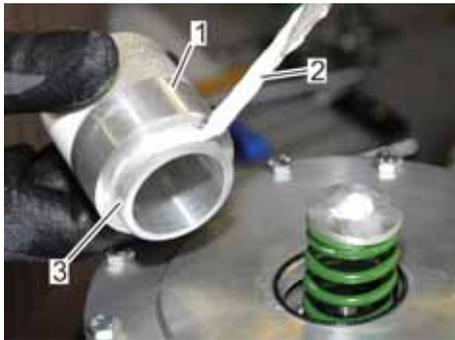

Abb. 128: Federdom einfetten
- 26.** Das Gewinde (Abb. 128/3) des Federdoms (Abb. 128/1) mittels eines Pinsels (Abb. 128/2) mit Fett *Anti Seize* fetten.